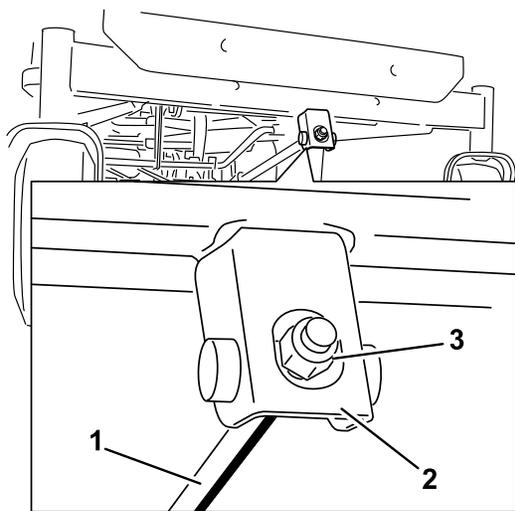

Figure 64
- Pour régler l'inclinaison avant/arrière des lames, tournez l'écrou de réglage à l'avant du plateau de coupe (Figure 64).